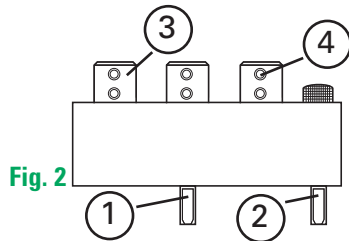

Fig. 2
L'attrezzatura così come si presenta al momento dell'acquisto (vedi Fig. 2)
Montare nella boccola centrale la punta per cerniere dx e bloccarla con le viti (4), montare nelle boccole laterali le punte componibili sx e bloccarle con le viti (4) (vedi Fig. 2 e 3).